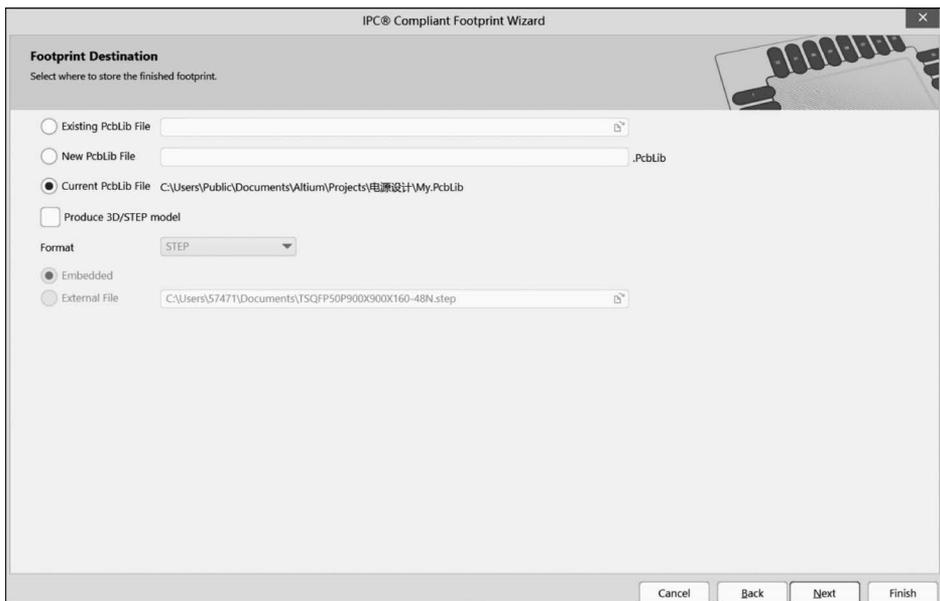

图 3-67 封装路径设置
(14) 单击 Next 按钮进入 Footprint Destination(封装路径)设置界面,如图 3-67 所示。
(15) 单击 Next 按钮进入封装制作完成界面,单击 Finish 按钮完成设置。